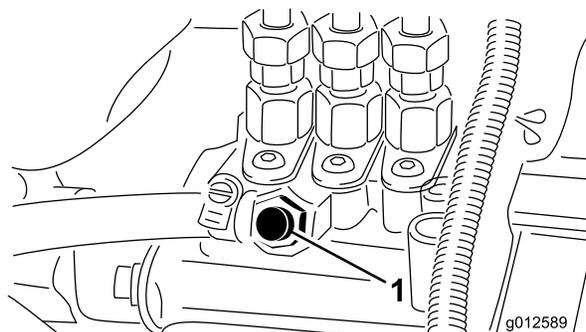

Figura 30
3. Desaperte o parafuso de purga que se encontra na bomba de injeção de combustível (Figura 30).